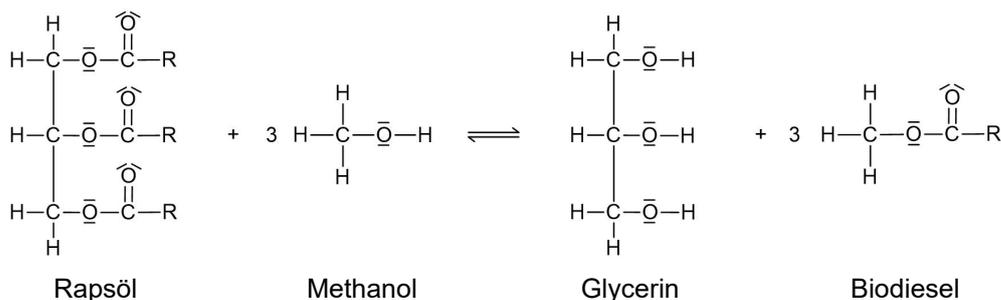

Abbildung 1: Reaktionsgleichung für die Herstellung von Biodiesel
Zur Herstellung von Biodiesel wird Rapsöl mit Methanol umgesetzt. Dabei stellt sich ein chemisches Gleichgewicht ein (Abbildung 1). Zur Vereinfachung wird hier davon ausgegangen, dass die langkettigen Fettsäurereste (R) in den Rapsöl-Molekülen identisch sind.